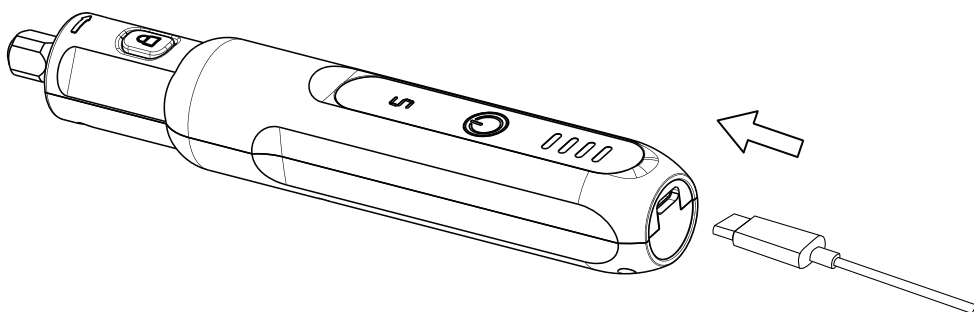

Рис. 10
- Подключите кабель зарядки аккумулятора к разъему и к источнику питания USB 5 В (рис. 10).